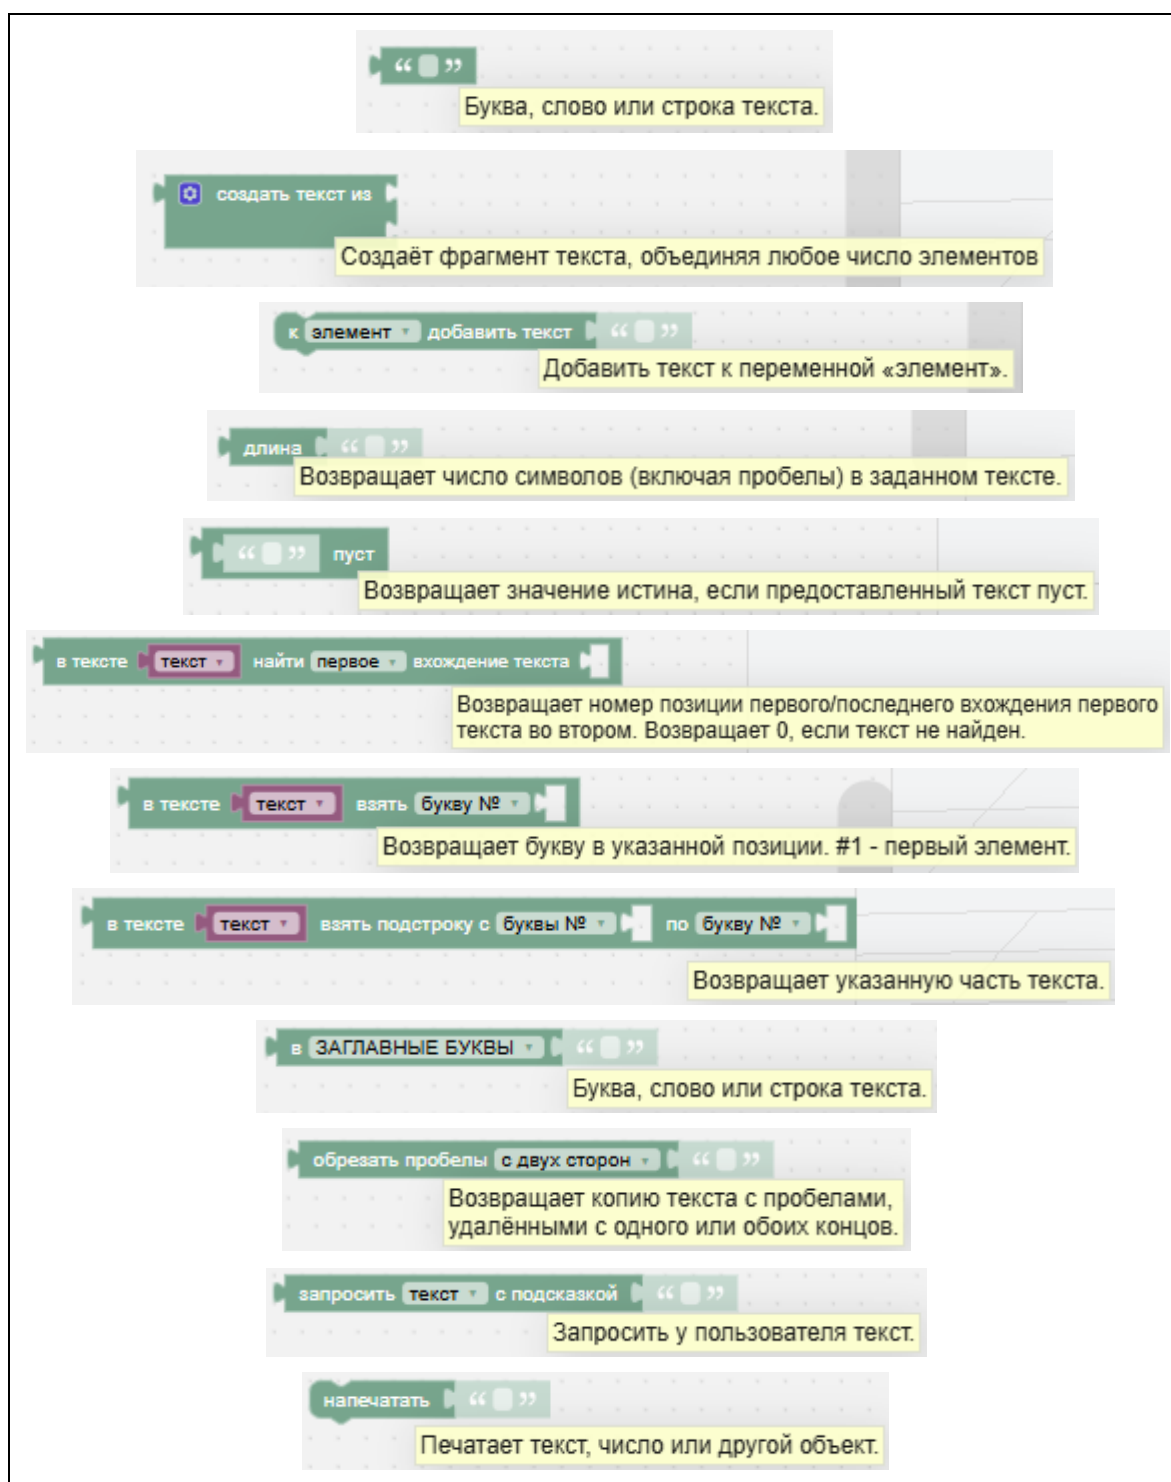

Рисунок II-21 – Блоки «Текст»
3. Блоки «Текст» – работа с текстом (см. Рисунок II-21).